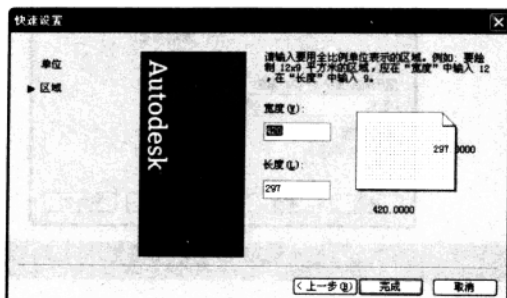

图 1-7 设置绘图区域
(2) 指定绘图区域。在编辑框“宽度”和“长度”中分别键入绘图区域的宽度和高度值。默认值分别是 420 和 297, 即工程制图国标中的 A3 图纸幅面 (如图 1-7 所示)。单击“完成”按钮关闭该窗口, 结束绘图参数设置。